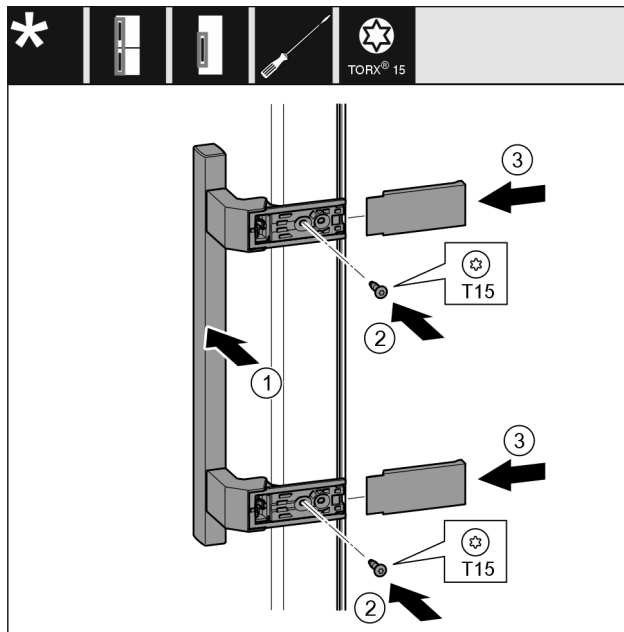

Fig. 23
- ▶ Nasadte madlo Fig. 23 (1) na protilehlé straně.
- ▶ Šroubovákem šrouby Fig. 23 (2) pevně utáhněte.
- ▶ Kryty Fig. 23 (3) bočně nasadte a nasuňte.